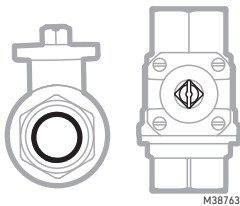

Fig. 3. Exemple de vanne à bille ouverte.
- Vérifiez que la vanne à bille est en position ouverte avant l'installation afin de vous assurer qu'elle est alignée sur l'actionneur. Voir Fig. 3.